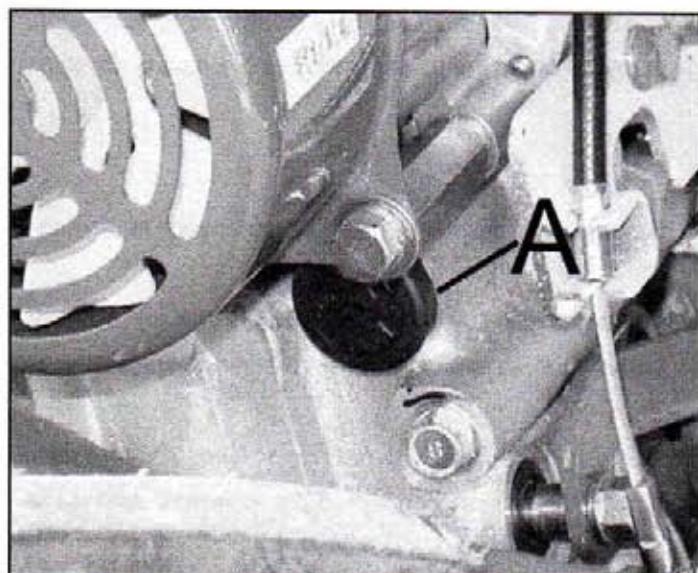

Figure 9
Niveau d'huile de transmission (figure 9) :
- Enlevez le bouchon de remplissage d'huile (figure 9, repère A). Si le niveau est correct, l'huile doit affleurer le point bas du logement du bouchon. S'il manque de l'huile, remettez une huile pour transmission 80W90 API GL4.